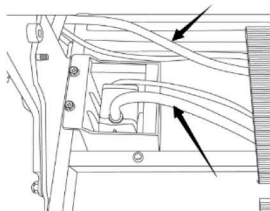
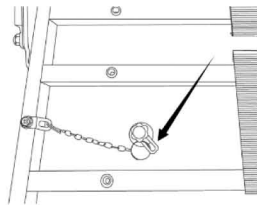

Fig.2.2
Fig.2.3
3. Para garantizar un funcionamiento correcto, la manguera de agua de refrigeración no debe doblarse durante la instalación. (Fig.2.2)
5. Inserte el tapón de agua (16) en el orificio del tanque de agua.
6. Guarde el tapón de agua todo el tiempo después de usarlo. (Fig. 2.3)